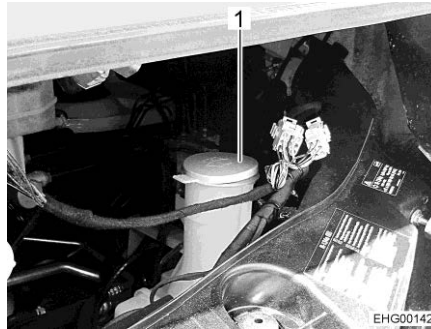

Fig. 35 Bocchettone di riempimento
- Rimuovere il coperchio (Fig. 35,1) del bocchettone di riempimento del contenitore dell'acqua di lavaggio.
- Premere il coperchio (Fig. 35,1) sul bocchettone di riempimento del contenitore dell'acqua di lavaggio.